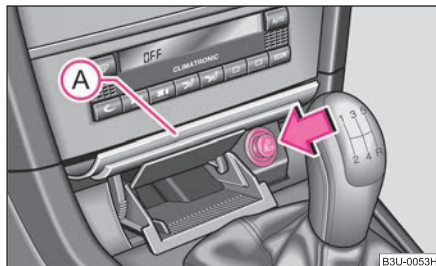

**Fig. 90 Console centrale: Accendisigari**
- Pigiare sulla parte inferiore del coperchio del posacenere - punto **A** ⇒ fig. 90.